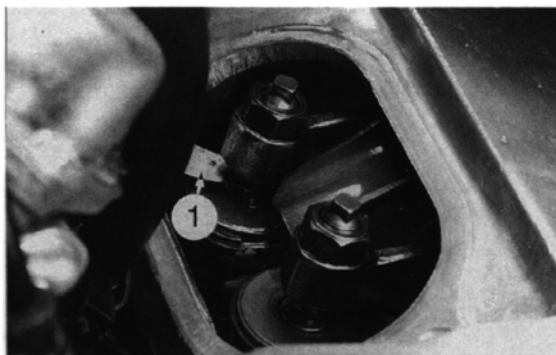

Bild 13
- Zylinderkopf-Deckel (zwei Sechskantschrauben SW 8) demontieren. Fühlerlehrenblatt zwischen Kipphebel und Ventilschaft auf festen Schiebessitz prüfen (Bild 13).